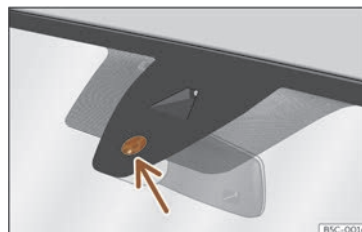

Fig. 99 Surface sensible du détecteur de pluie.
Les causes possibles d'anomalies et d'interprétations erronées *dans la zone de la surface sensible* >>> **fig. 99** du détecteur de pluie peuvent être :
- Nettoyez régulièrement la surface sensible du détecteur de pluie >>> **fig. 99** (flèche) et vérifiez l'état des balais.